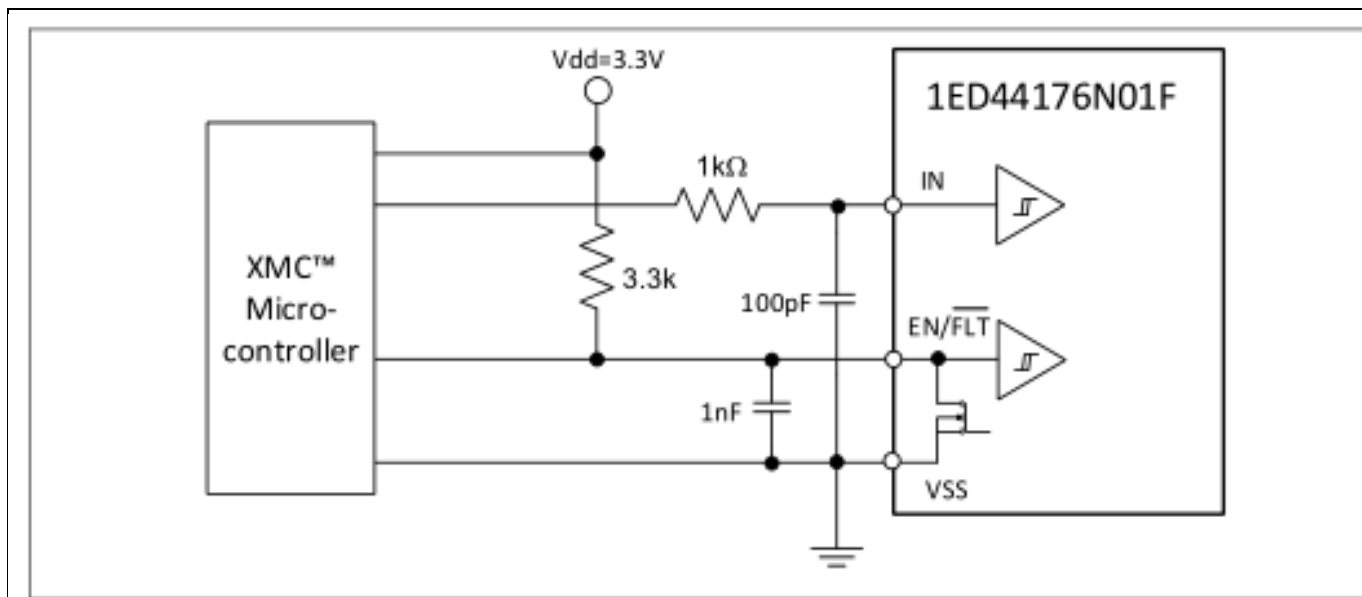
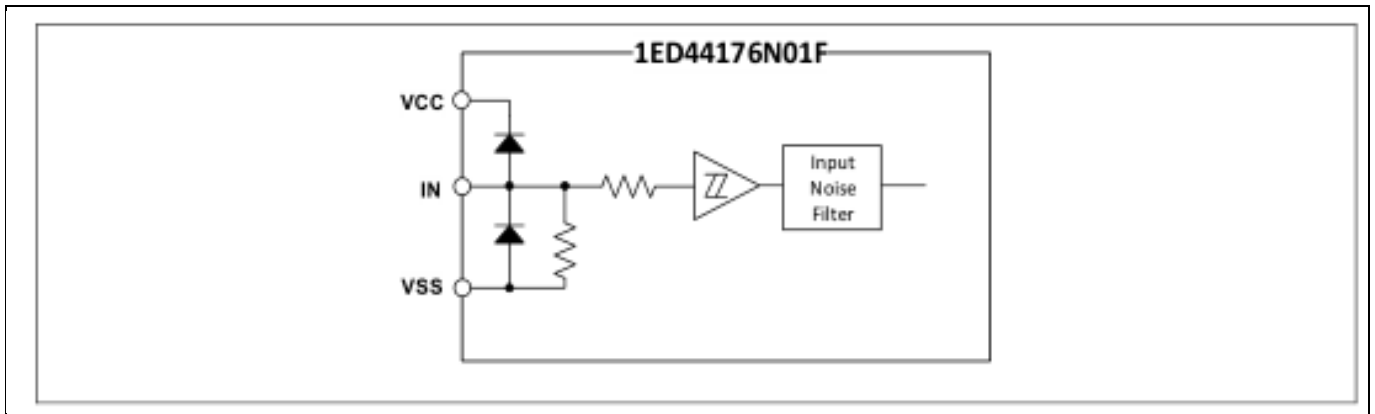

Figure 3 推荐的微控制器 I/O 接口电路
Figure 4 1ED44176N01F 简化的输入结构图
- 为防止信号振荡，建议使用 RC 滤波器，如图 3 所示。
图 3 显示微控制器（ μC ）或数字信号处理器（DSP）与 1ED44176N01F 之间的 I / O 接口电路。1ED44176N01F 输入逻辑为高电平有效。EN/ \overline{FLT} 输出为漏极开路配置。该引脚应通过上拉电阻由外部逻辑电源上拉至高电平。如果外部逻辑电源为 3.3 V，那么推荐使用 3.3k 上拉电阻。
如图 4 所示，1ED44176N01F 输入信号部分集成一个下拉电阻。因此，在微控制器输出和 1ED44176N01F 输入之间使用外部滤波电阻时，注意 1ED44176N01F 输入端子的信号电压降。它应满足逻辑“1”输入电压要求。譬如，对于图 3 所示电路，建议使用 R = 1 k Ω 、C = 100 pF 元器件值。